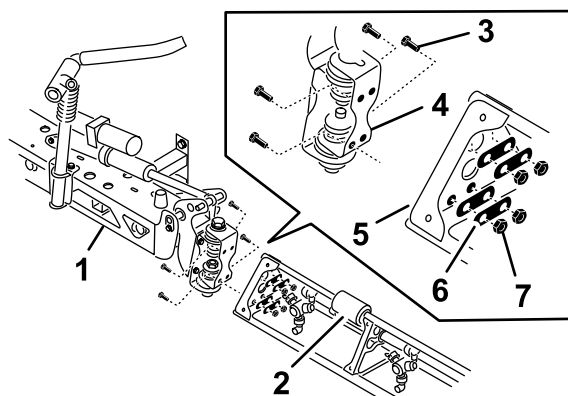

Рисунок 40
2. Поверните каждый кронштейн шарнира в конце средней секции стрелы так, чтобы кронштейны были выровнены вертикально (Рисунок 40).
4. Установите пластину шарнира на треугольную пластину с помощью 4 болтов с фланцевыми головками, 4 опорных пластин и 4 фланцевых контргаек (Рисунок 40), снятых при выполнении пункта 1.
6. Совместите конец штока гидроцилиндра подъема стрелы с отверстиями в выступе кронштейна шарнира (Рисунок 40).
7. Прикрепите конец штока к кронштейну шарнира с помощью штифта и шплинта (Рисунок 40).